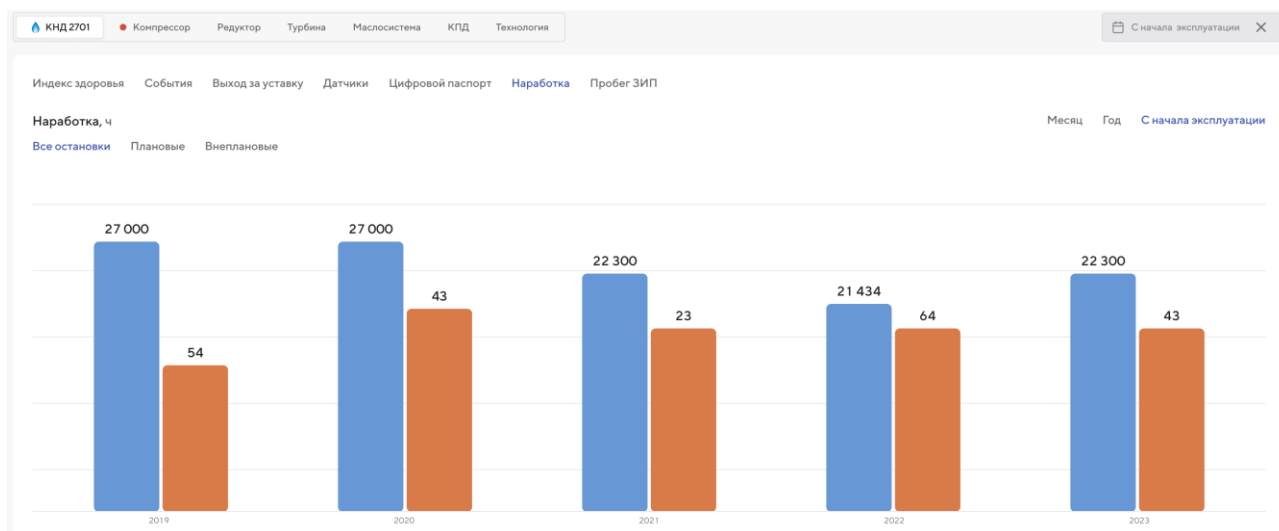

Рисунок 114 — Страница вкладки «Наработка». Вкладка «С начала эксплуатации». Выбор периода времени заблокирован
Если выполнена фильтрация по месяцу (активный фильтр «Месяц») или году (активный фильтр «Год») и выполняется переключение на фильтр «С начала эксплуатации» (Рисунок 114):
- поле фильтра выбора периода блокируется для изменения периода времени (Рисунок 114);
Если в разделе «Наработка, ч», выбран фильтр «С начала эксплуатации», то поле фильтра «Выберите период» становится неактивным (см. Рисунок 114).